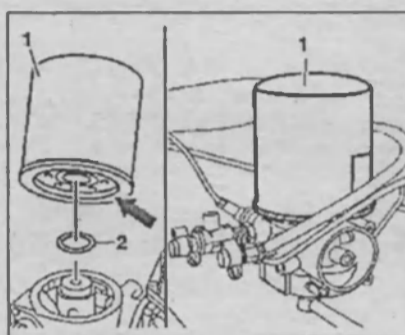

Рис. 2.27. Снимите резиновое уплотнительное кольцо 2.
2. Снимите резиновое уплотнительное кольцо 2 (рис. 2.27). При установке замените уплотнительное кольцо новым и смажьте его гермети-